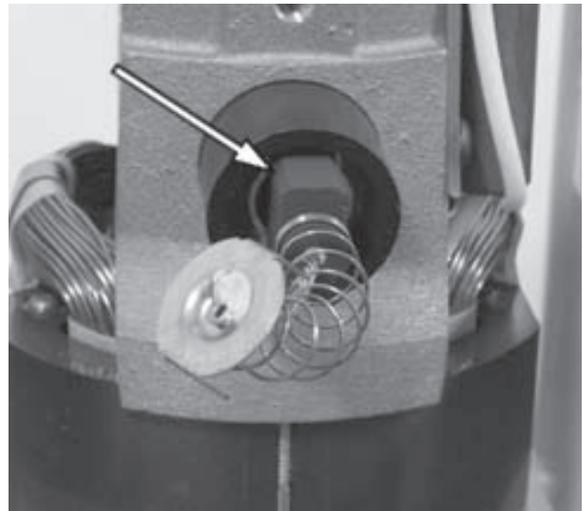

Abbildung 25.
6. Siehe Abbildung 25. Bürstenbaugruppen und Bürstenhalterkappen installieren.